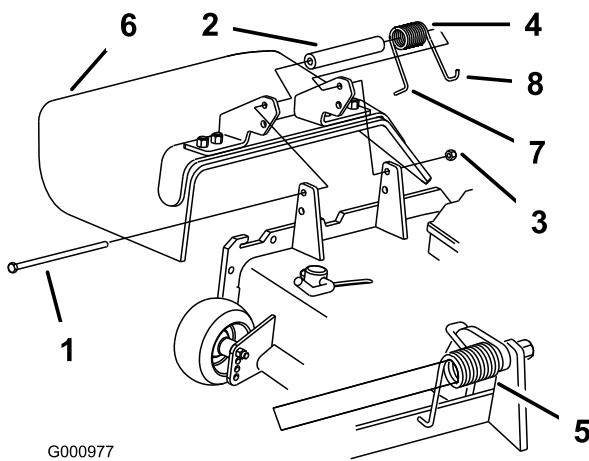

Figure 80
1. Retirez le contre-écrou, le boulon, le ressort et l'entretoise qui fixent le déflecteur aux supports de pivot (Figure 80). Enlevez le déflecteur si il est endommagé ou usé.
Remarque: Prenez soin de placer l'extrémité en **L** du ressort derrière le bord du plateau avant de mettre le boulon en place, comme indiqué à la Figure 80.
3. Remettez le boulon et l'écrou. Accrochez l'extrémité en **J** du ressort au déflecteur d'herbe (Figure 80).